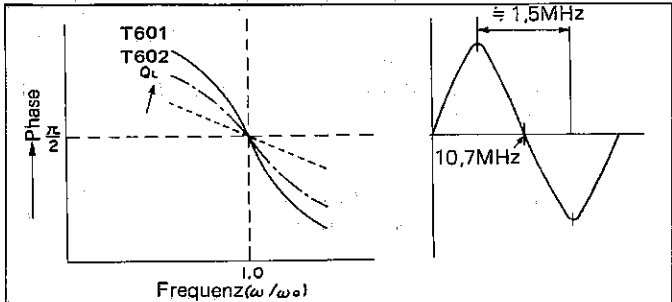
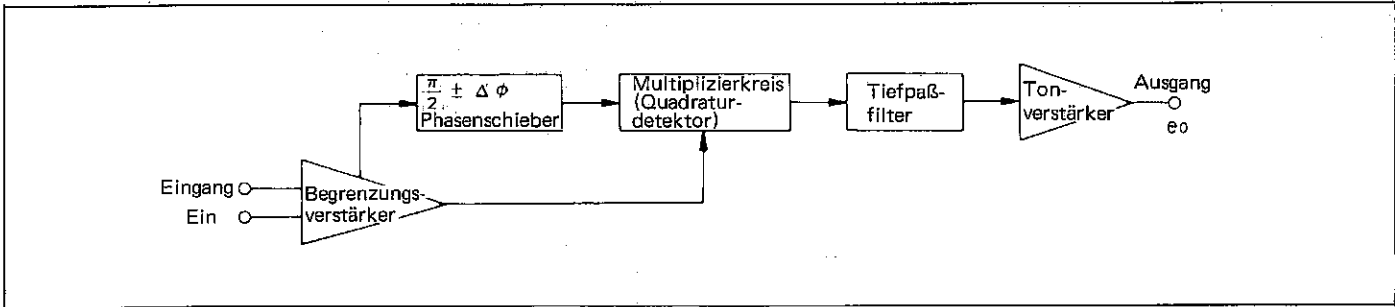

Abbildung 7-2
Abbildung 7-3
Dank der neuentwickelten integrierten Schaltkreise konnte dieses Gerät mit einem sogenannten "Quadraturdetektor" bestückt werden, der den herkömmlichen Verhältnisdetektor und Foster-Seeley-Detektor ersetzt und dessen Grundanordnung in Abbildung 7-3 gezeigt wird. Die hier verwendete Multiplizier-Quadraturdetektorkreis dient zum gleichzeitigen Empfangen von zwei verschiedenen Eingangssignalen; eines dieser beiden Signale wurde gegenüber dem anderen einer Phasenverschiebung (um ungefähr $\pi/2$) unterzogen, wobei ein demoduliertes Signal erzeugt wird. (Der Ausdruck "Quadratur" ist auf die Tatsache zurückzuführen, daß die beiden Signale um $\pi/2$ phasenverschoben sind.) Beim Multiplizierkreis handelt es sich um eine in der Schaltungszeichnung gezeigte doppelsymmetrische Schaltung. Abbildung 7-2 zeigt die erforderlichen Merkmale des Phasenverschiebungskreises. Der Quadraturdetektorkreis weist die folgenden Merkmale auf: (1) Gute Linearität und geringe Verzerrung. (2) Funktioniert bei Kleinsignal und Oberschwingungen. (3) Breitbanddemodulation bis zu 1,5 MHz. Dieser Kreis gewährleistet eine geringere Verzerrung selbst bei einer Übermodulation von mehr als 100% und dadurch eine ausgezeichnete Klangwiedergabe. Tatsächlich besteht der Detektorkreis aus den Transformatoren T601 und T602 sowie aus der Demodulationsquadraturspule und der Phasenschieberspule; sein Ausgang wird über den Stift ⑥ des IC602 dem Stift ② des IC603 (PLL-Multiplexdemodulator) zugeleitet.